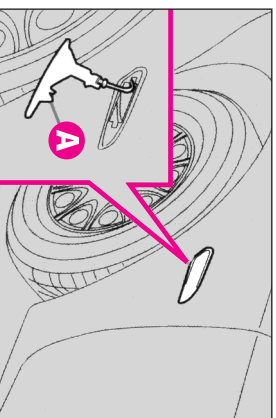
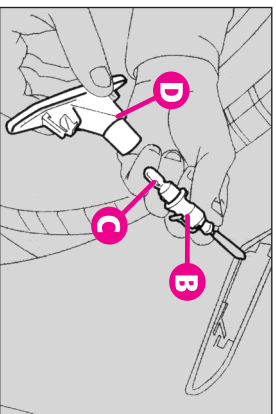

fig.38
fig.39
-Împingeți capacul transparent înspre partea din spate a mașinii pentru a desface clema (A-fig.38). Eliberați partea din față și îndepărtați această piesă.
-Rotiți suportul becului (B-fig.39) în sensul invers acelor de ceasornic și scoateți-l din capac.(D-fig.39)
-Scoateți becul (C fig. 39) și introduceți-l.
-Introduceți suportul de bec (B-fig.39) în capacul transparent (D-fig.39), apoi poziționați ansamblul asigurându-vă că s-a auzit clicul de fixare al dispozitivului de susținere (A-fig.38)